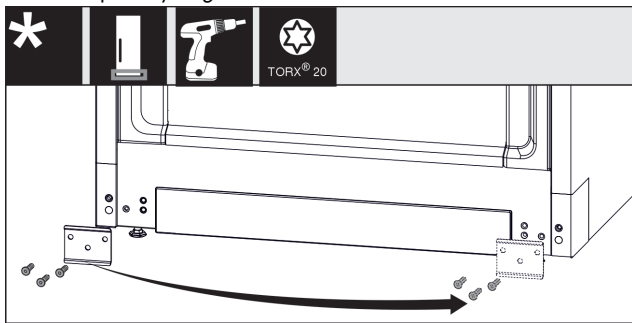

Fig. 18
- ▶ Відкрутити щиток, переставити на інший бік і знову накрутити. Fig. 18 (1)